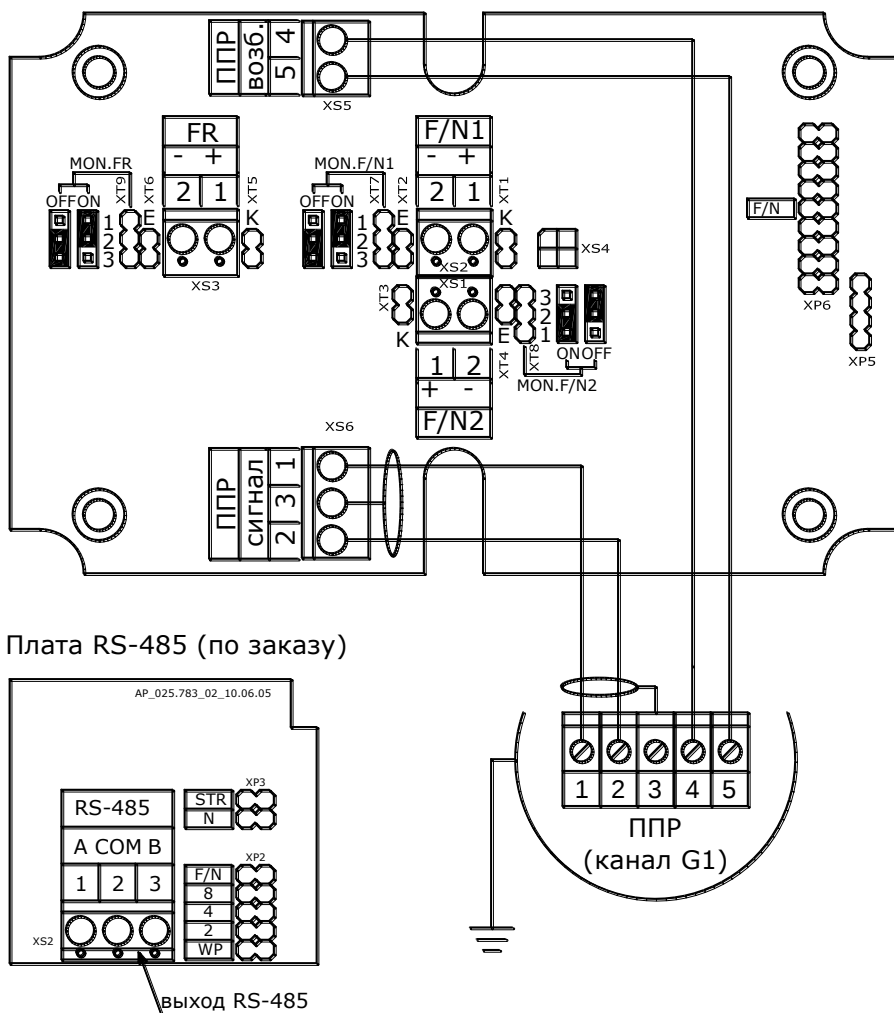

Рис. 8.9
8.9.1 Установка сетевого адреса расходомера осуществляется путём установки/снятия джамперов **2, 4, 8** на **плате RS-485** (поле **XP2**, см. рис. 8.9) в соответствии с таблицей 8.3. «**ON**» соответствует установленному джамперу, «**OFF**» соответствует снятому джамперу.